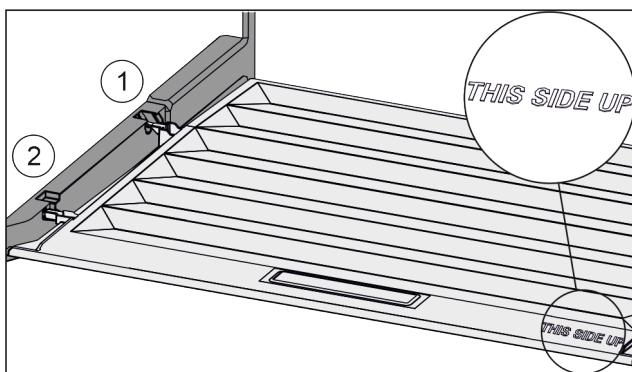

Fig. 29
- ▶ Výstupky víka zaveďte do zadních držáků Fig. 29 (1) a vpředu zaklesněte do držáku Fig. 29 (2).